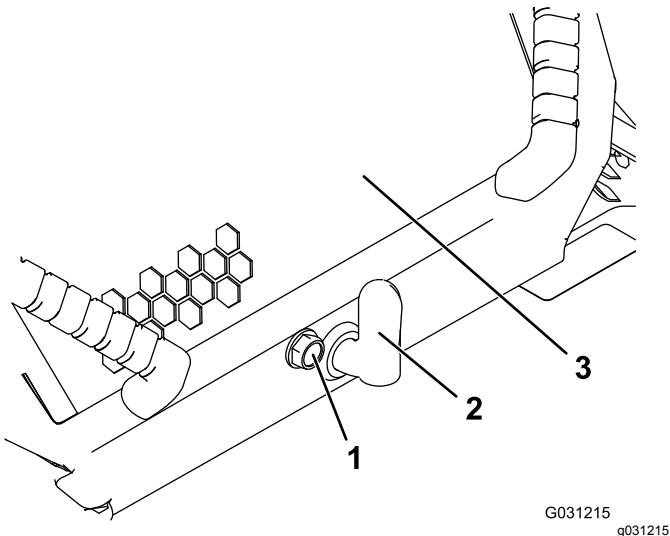

Figura 39
1. Allentate la vite di bloccaggio del cofano (Figura 39)
2. Girate il fermo del cofano in senso orario (Figura 39).
3. Alzate le maniglie per sollevare il cofano (Figura 39).
- 3. Serrate la vite di bloccaggio del cofano per fissare il dispositivo di chiusura (Figura 39).